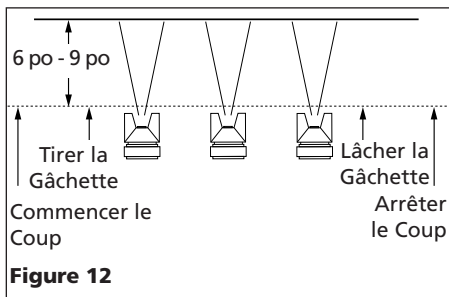

Figure 12
- Tirer correctement sur la gâchette. Commencer le mouvement au début du coup AVANT DE TIRER SUR LA GÂCHETTE et la relâcher AVANT D'ARRÊTER LE MOUVEMENT à la fin du coup. Cette procédure "mélanger" chaque coup avec le prochain sans avoir l'apparition de chevauchement ou d'inégalités (Voir Figure 12).